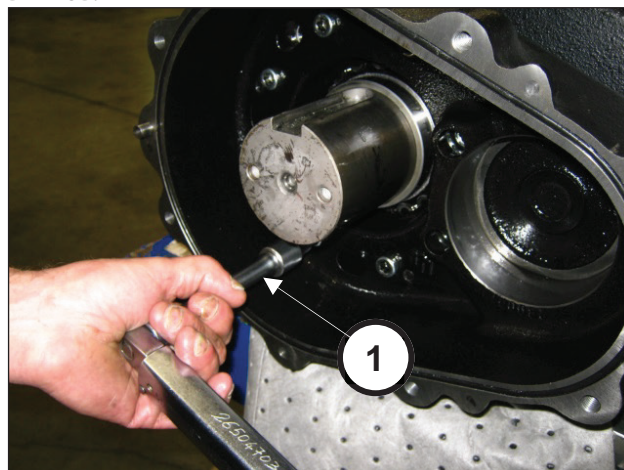

Рис. 64
Затяните 8 винтов М10х40 (поз. ①, Рис. 64).